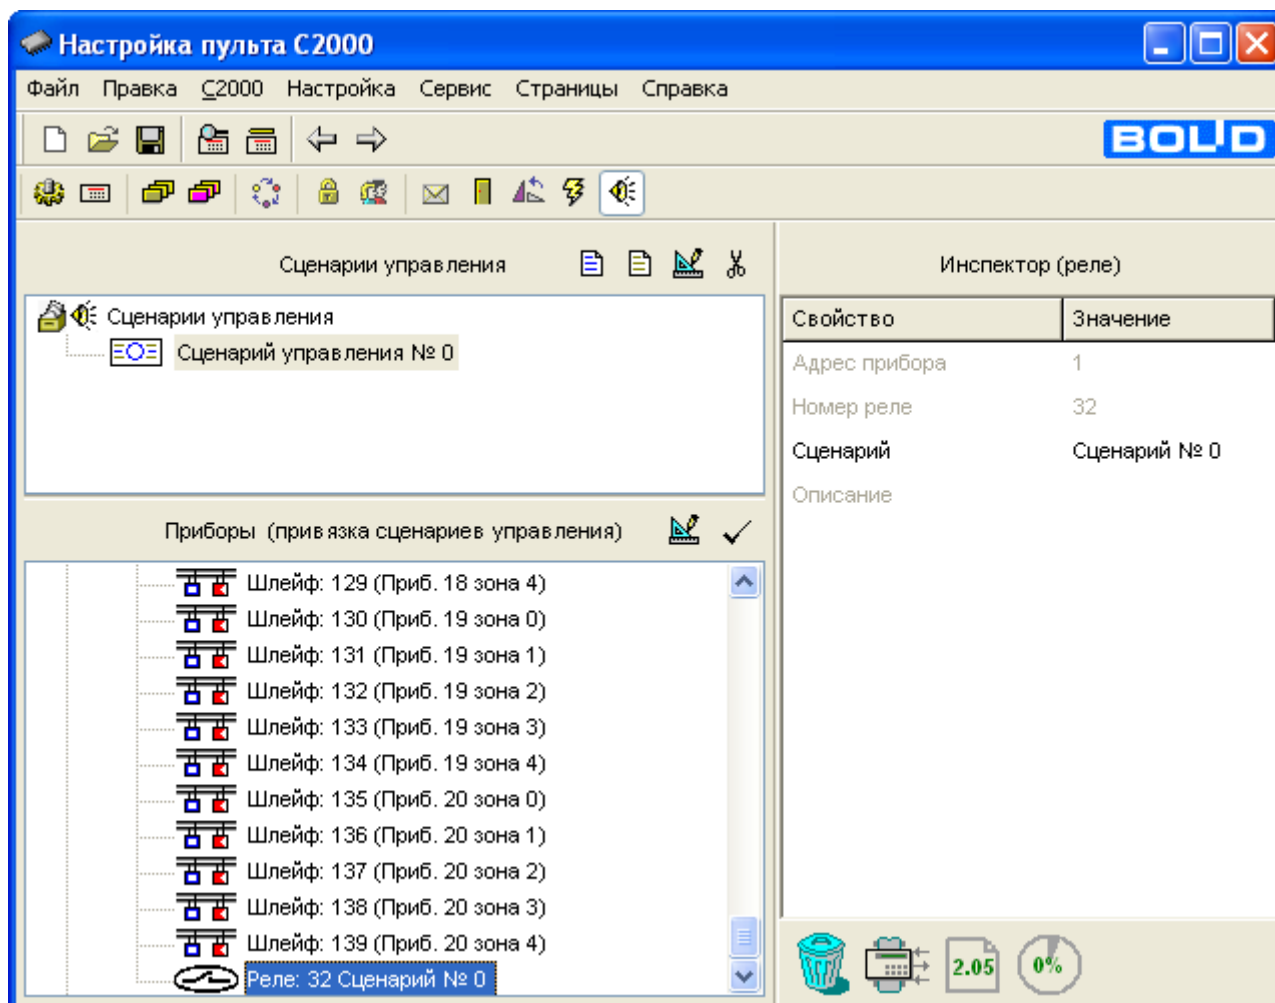

Рисунок 26
4. Выполните привязку сценария к реле №32. Для этого в окне «Сценарии управления» выберите созданный сценарий, в нижнем окне «Приборы (привязка сценариев управления)» выберите реле №32 прибора «Поток-3Н», в окне «Инспектор (реле)» выберите параметр «Сценарий», разверните список сценариев и укажите нужный сценарий управления (см. Рисунок 26).